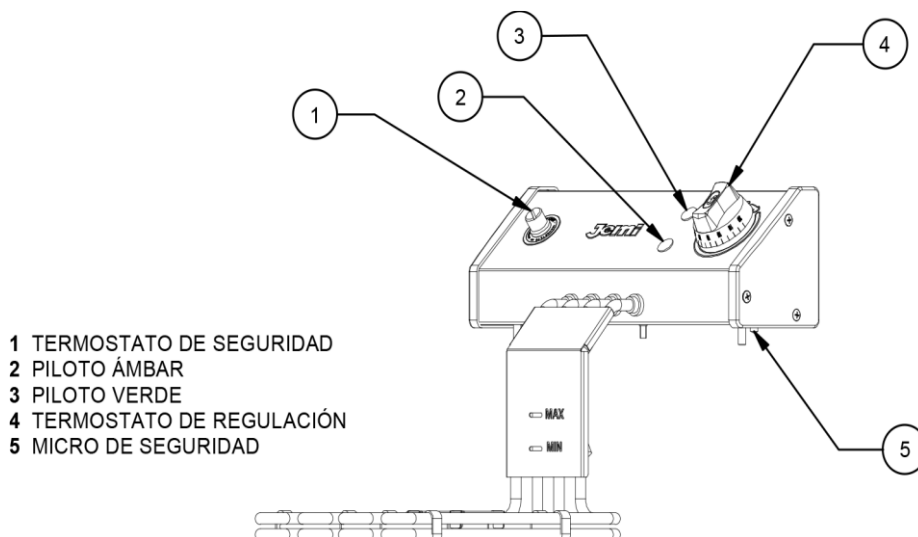

Fig.1
- Conectar la máquina a la red eléctrica, el piloto verde (3) Fig.1 indicará que la máquina tiene tensión.
- Girar el mando del termostato (4) Fig.1 y situarlo en la temperatura deseada, el piloto ámbar (2) Fig.1 se encenderá y nos indica que la resistencia está calentando. Cuando se apague, puede empezar la fritura.
- En caso de sobrepasar la temperatura determinada en el termostato, por una avería, la freidora dispone de un termostato de seguridad (1) Fig.1 con la regulación fija a 230°C. que desconecta la alimentación eléctrica y evita que el aceite pueda superar esta temperatura y llegar al punto de ignición del aceite.
- Para parar la máquina, girar el mando del termostato (4) Fig.1 en sentido inverso a las agujas del reloj hasta la posición "0", el piloto ámbar (2) Fig.1 se apagará, quedando el piloto verde (3) Fig.1 encendido.